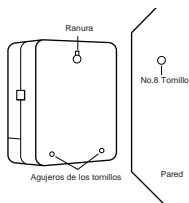

Ilustración 1
3. Atornille a la pared un tornillo No. 8 por cada uno de los dos orificios que están en la parte inferior de la caja del programador (vea la ilustración 1).